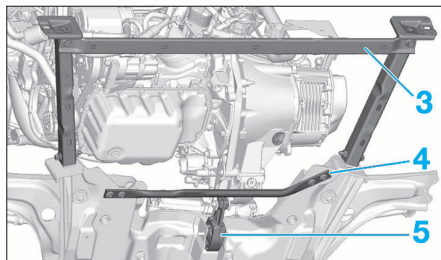

FIG. 61
- Déposer le contre cadre (3) (Fig.61).
- Déposer la barre antirapprochement (4) et la biellette (5)